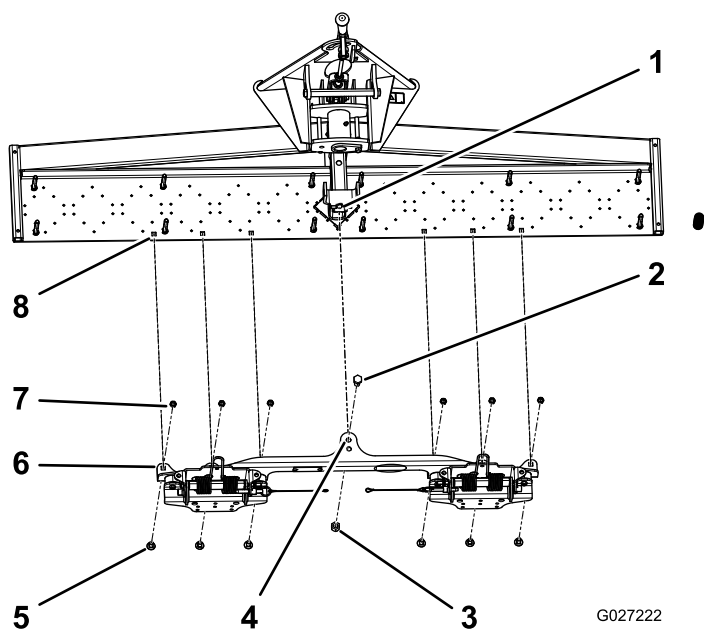
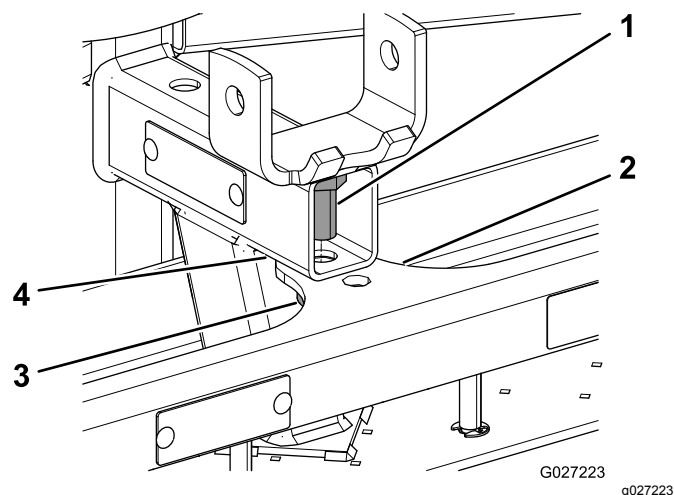
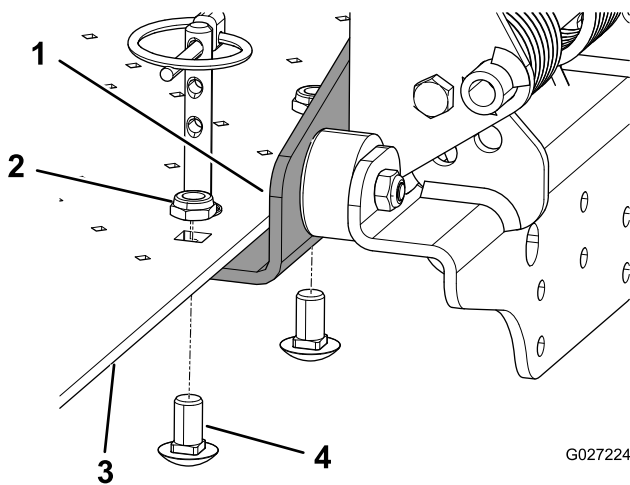
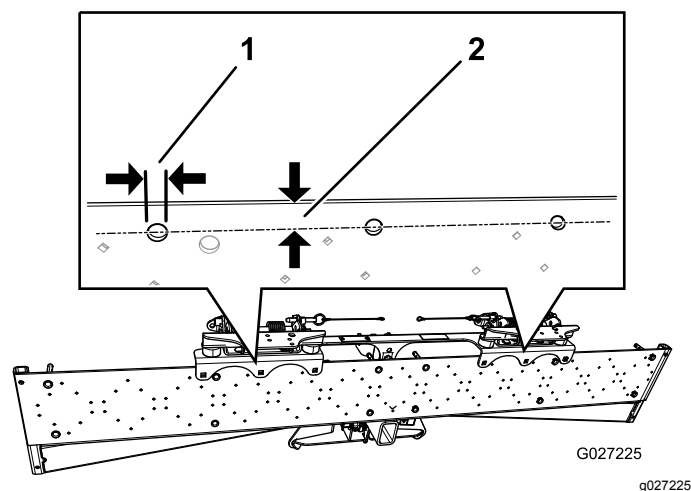

Figura 4
Figura 5
Figura 6
Figura 7
1. Alinee el taladro **delantero** de la pestaña central del soporte de la placa escarificadora con el taladro del tubo rectangular de la placa escarificadora (Figura 4 y Figura 5).
2. Instale el perno ($\frac{1}{2}$ " x 1") a través de ambos taladros, y sujete el perno con la contratuerca ($\frac{1}{2}$ "); consulte Figura 5.
3. Alinee los 6 taladros de las pestañas del soporte de la placa escarificadora con los 6 taladros de la placa inferior de la placa escarificadora (Figura 4 y Figura 6).
Nota: Las máquinas con número de serie 314999999 e inferiores pueden no tener los taladros ya perforados. Si no hay taladros en la placa inferior de la placa escarificadora, marque y perforo 6 taladros de 10 mm de diámetro, según sea necesario. Instale primero el perno central y la tuerca (Figura 5), y coloque el soporte de la placa escarificadora de manera que el **centro** de cada taladro esté a 17 mm del borde de la placa inferior (Figura 7).
4. Instale un perno de cuello cuadrado ($\frac{3}{8}$ " x $\frac{3}{4}$ ") en cada taladro desde abajo, y sujete cada perno de cuello cuadrado con una tuerca ($\frac{3}{8}$ "); consulte Figura 6.
5. Apriete el perno y la tuerca que instaló en el paso 2 (Figura 5).